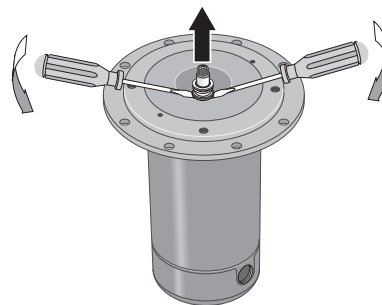

FIGURE 14 – RETIRER LA PLAQUE D'ÉTANCHÉITÉ
- Retirez la moitié tournante du joint en plaçant deux tournevis sous la bague d'étanchéité et en soulevant avec soin (figure 14).